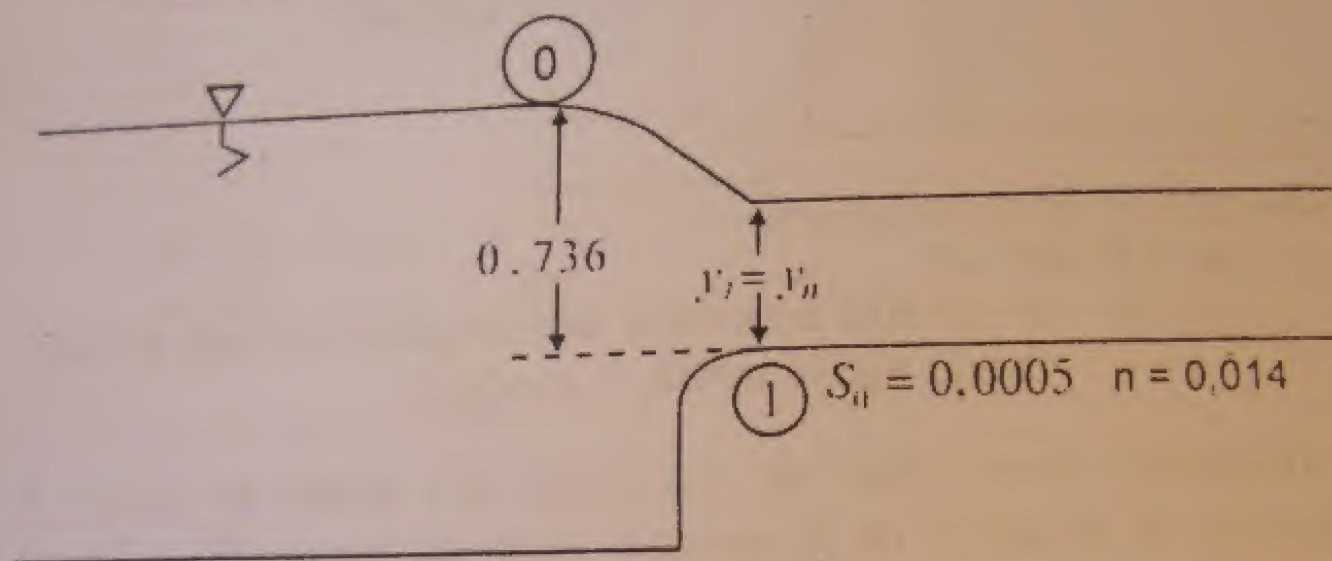

Figura 5. Perfil longitudinal del depósito y canal
7. Un depósito alimenta a un canal trapezoidal de ancho de solera 1 m, talud $Z = 1$, coeficiente de rugosidad 0,014 y pendiente 0,0005. A la entrada, la profundidad de agua en el depósito es de 0,736 m por encima del fondo del canal como se muestra en la figura 5.